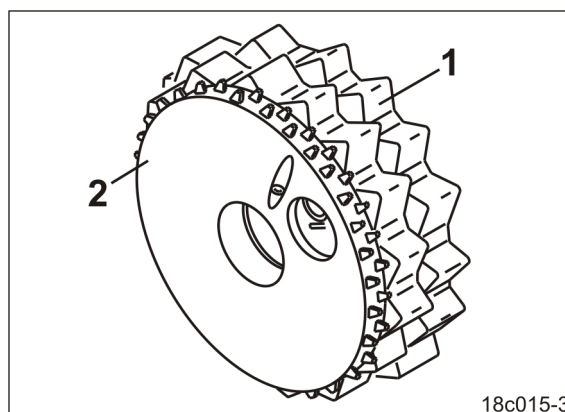

Fig. 29
- normalsåhjul (Fig. 29/1) og
- finsåhjul (Fig. 29/2).